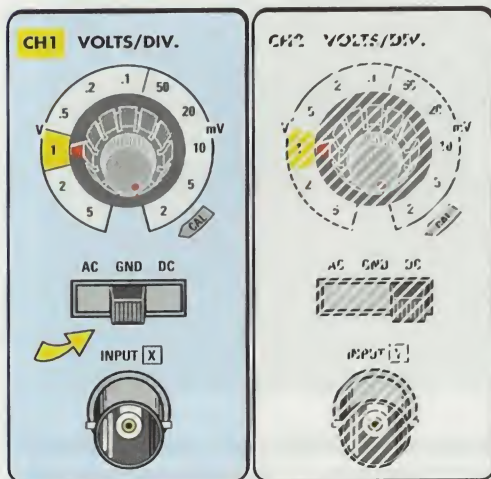

Fig.24 Dopo aver posizionato la leva del selettore d'ingresso in posizione GND, dovete ruotare il commutatore VOLTS/DIV. del canale CH1 sulla portata 1 volt.
– Ponete il **selettore d'ingresso** del **CH1**, sul quale appaiono le scritte **AC-GND-DC**, in posizione **GND** (vedi fig.24).
– Ruotate il commutatore **VOLTS/DIV.** del **CH1** sulla portata **1 Volt/div** come visibile in fig.24, poi controllate sempre che la **piccola** manopola **CAL**, che corrisponde alla **calibrazione variabile**, risulti in posizione di **calibrazione**, facendo riferimento al manuale delle istruzioni del vostro oscilloscopio, al-
Poiché il selettore **VOLTS/DIV.** del **CH1** è posto sul valore di **1 volt** per **quadretto**, come indicato in fig.24, è facilmente intuibile che l'ampiezza della rampa è stata **calibrata a 7 volt**.